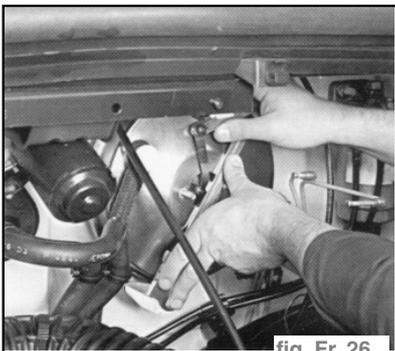

fig. Fr. 26
- Contrôler le retrait de la tige de poussée de commande hydraulique au moyen d'une jauge d'épaisseur. (fig. Fr. 26)